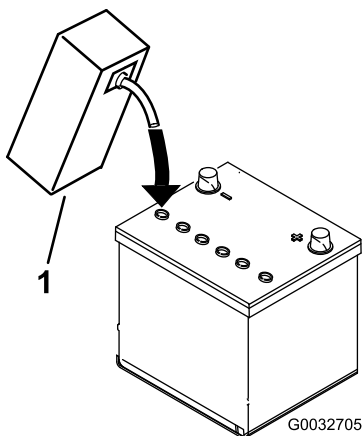

図 7
3. 各セルの電極板が液面下 6 mm 程度に水没するまで、電解液を慎重に入れる 図 7。
4. 電極板が液を吸収するまで20-30分程度待つ。必要に応じて、電極板が6 mm程度水没するぐらいに電解液を補充する図 7。